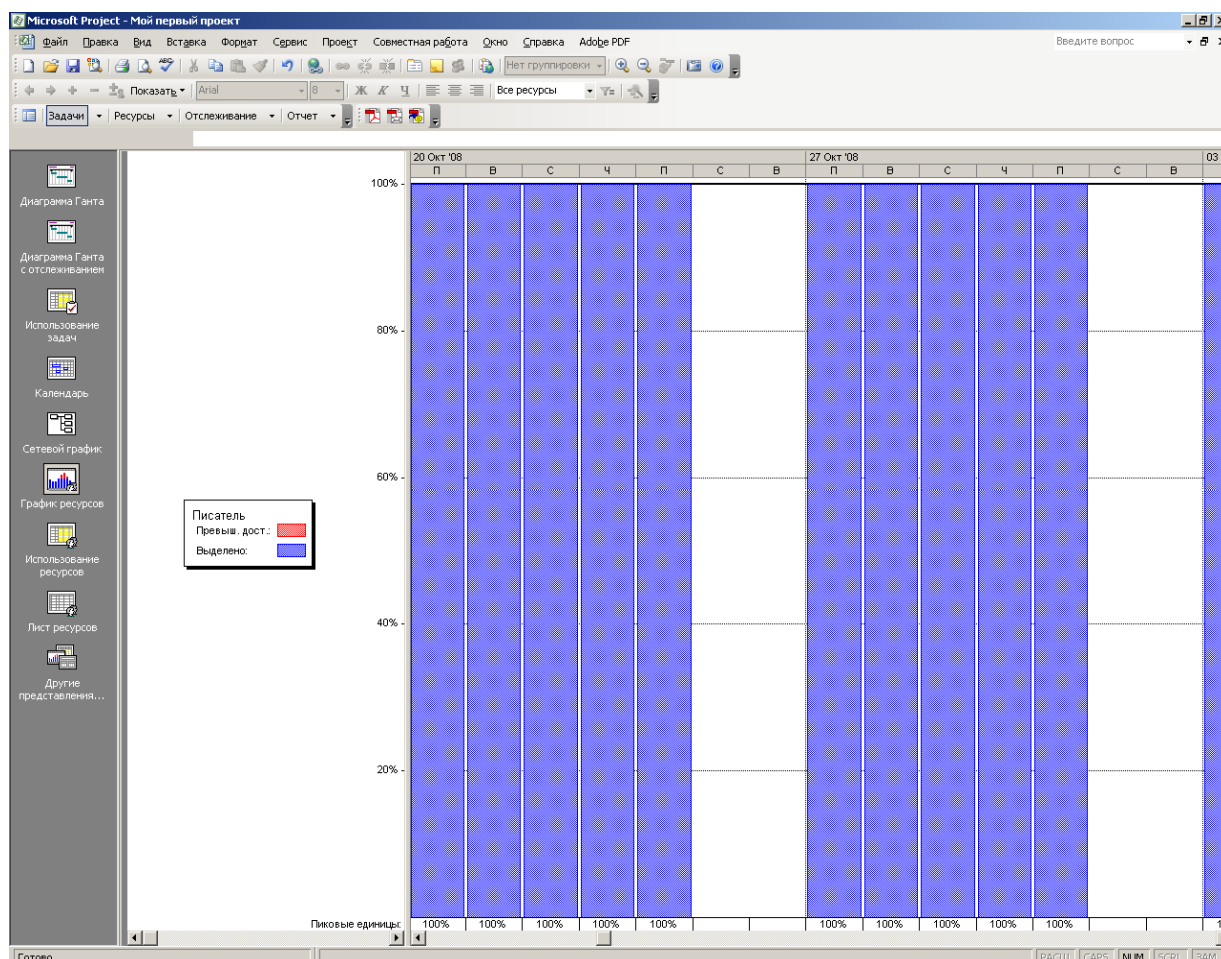

Рис. 2.41. График ресурсов (Resource Graph)
- Нажмите кнопку **Resource Graph** (График ресурсов)  на панели режимов (**View Bar**). Информация о проекте будет представлена в выбранном режиме (рис. 2.41).